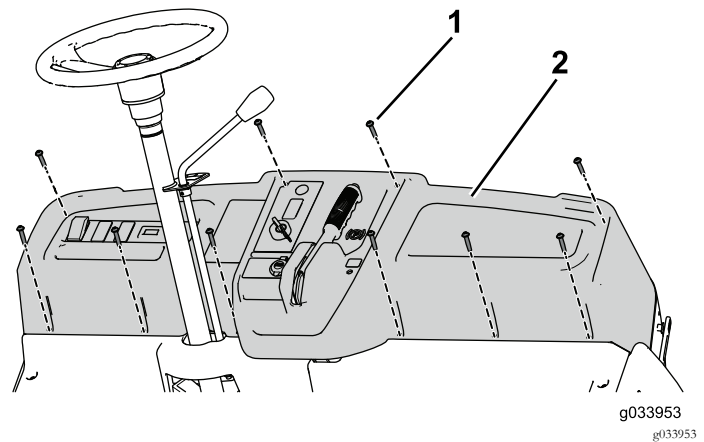

Bild 81
5. Befestigen Sie das Armaturenbrett mit den zehn Schrauben ($\frac{1}{4}" \times 1\frac{1}{4}"$) an der Maschine (**Bild 81**).